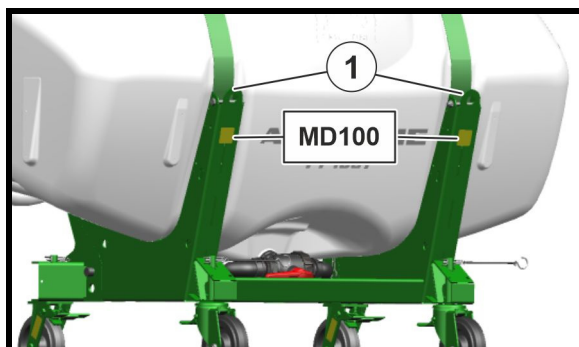

Bild 3
- två fästpunkter framtill (Bild 3/1)